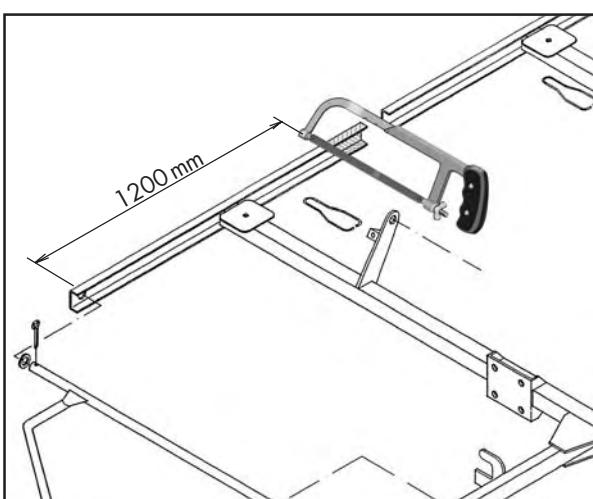

figur 3-21
Beskyttelsesbøjlen (B) føres først igennem den bagerste boring (X) i rammen (R), hvor den skubbes helt bagud, hvorefter den føres igennem den forreste boring. Beskyttelsesbøjlen (B) og fjederen (F) fastgøres med skive og splitter til rammen (R) (figur 3-21). Hertil anvendes delene i pose Q.
Bemærk mærkaten der angiver „links“ (venstre). Afstrygebøjlen (D) og (E) monteres med de montagedele, der findes i pose R (figur 3-21).